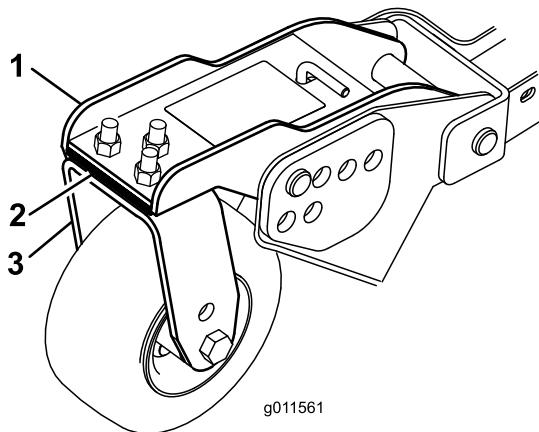

Рисунок 35
- Отрегулируйте количество 3-миллиметровых регулировочных прокладок на рычаге (рычагах) передних поворотных колес так, чтобы высота скашивания соответствовала указанному на наклейке значению (Рисунок 35).
отношению к наружной кромке передней деки газонокосилки, снимите одну регулировочную прокладку с нижней части рычага переднего внутреннего поворотного колеса на боковой деке газонокосилки (Рисунок 35).